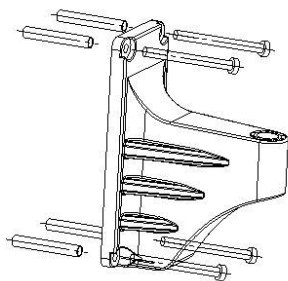

Fig.1
4. Fije el soporte con cuatro tornillos autorroscantes en consecuencia, (Fig.1)